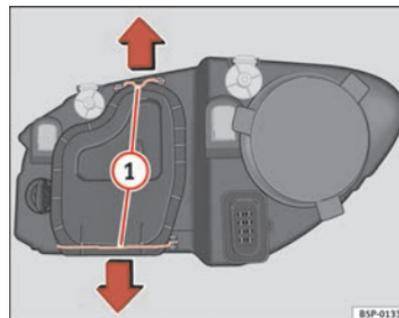

Fig. 188 Médios
- Desloque os tirantes ⇒ página 285, fig. 188 ① no sentido da seta e puxe a tampa.